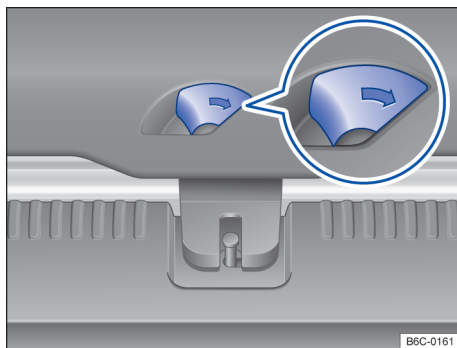

Fig. 61 No compartimento de bagagem: destravar a tampa traseira.
- Deslocar a alavanca de destravamento no sentido da seta → Fig. 61, para destravar a tampa traseira.